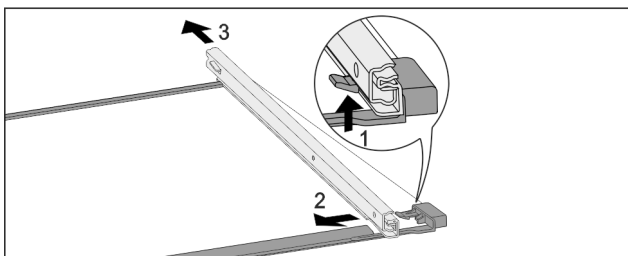

Fig. 174 Płyta szklana z szynami
- ▶ Wcisnąć przedni hak ryglujący do góry. Fig. 174 (1)
- ▶ Wsunąć prowadnicę w bok Fig. 174 (2) i do tyłu Fig. 174 (3).